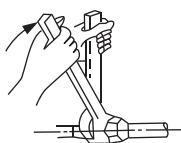

Abb. 5-4
- Ziehen Sie es mit einem Schraubenschlüssel und einem Drehmomentschlüssel fest (siehe Abb. 5-4).
- Verwenden Sie beim Anschließen der Kältemittelleitungen immer zwei Schraubenschlüssel/Spannschlüssel, um die Muttern anzuziehen oder zu lösen! (Siehe Abb. 5-4) Andernfalls kommt es zu einer Beschädigung der Rohrleitungsanschlüsse und zu Leckagen.